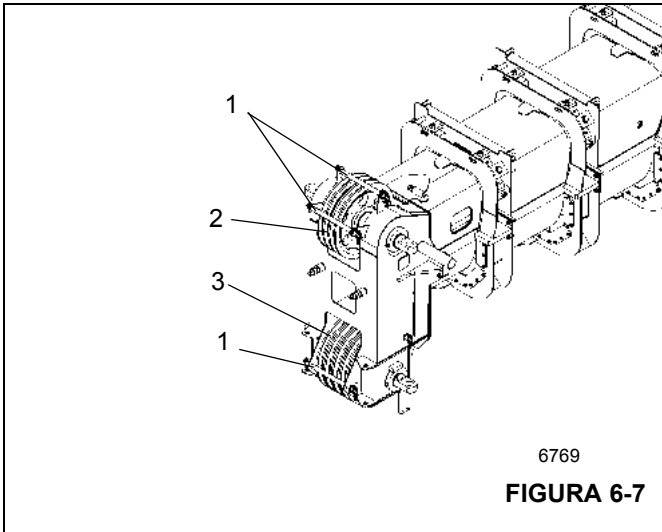

FIGURA 6-7
1. Retire las varillas de retención (1) (Figura 6-7).
2. Guíe el cable sobre las poleas de punta de la pluma superiores (2).
3. Guíe el cable sobre la polea de punta de la pluma inferior (3).
2. Retire las varillas de retención (1) (Figura 6-7).
3. Retire el cable de la polea de punta de pluma superior (2) y colóquelo sobre el suelo, en el lado izquierdo.